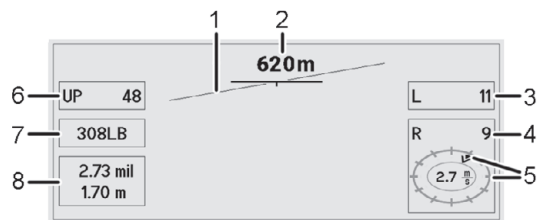

Fig. 3
Tra parentesi sono riportati riferimenti alle illustrazioni e alle posizioni delle immagini nel testo. Esempio: (3/4) significa fig. 3, posizione 4.
3. Se necessario, correggere la direzione del vento con i pulsanti "destra/sinistra". Per fare ciò, premere i tasti fino alla freccia della direzione del vento (esempio Fig. 3: Il vento proviene dalla direzione "a ore 1") indica la direzione corretta del vento.
- Per tornare al primo menu (fig. 3): premere brevemente di nuovo il tasto on/off (3/1).